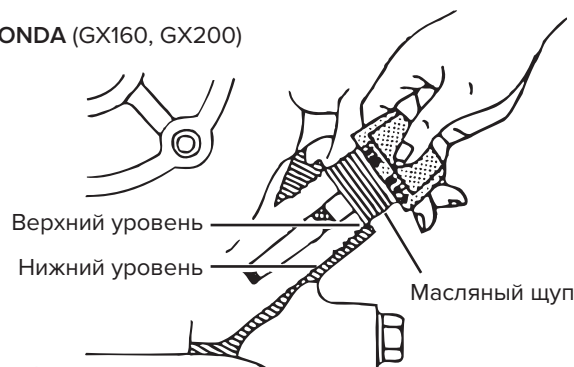

Рис. 1
- Установите двигатель на ровную поверхность, чтобы проверить уровень масла. Если уровень масла низкий, добавьте масло (рис. 1).